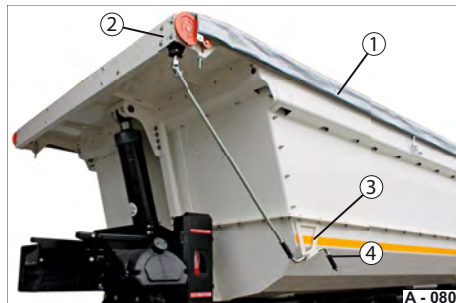
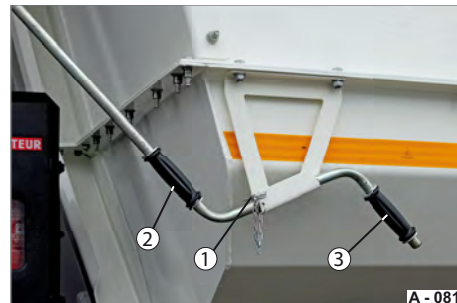

Abb. 84 Schiebeverdeck manuell
Abb. 85 Handkurbel gesichert
- ▶ Entsichern Sie die Handkurbel (Abb. 84/4) aus der Haltekonsole (Abb. 84/3) - Federstecker (Abb. 85/1) ziehen.
- ▶ Fassen Sie an den beiden Drehgriffen (Abb. 85/2, 3) und drehen Sie die Handkurbel im bzw. gegen Uhrzeigersinn.
- ▶ Legen Sie die Handkurbel (Abb. 84/4) in die Haltekonsole (Abb. 84/3) ein.
- ▶ Stecken Sie den Federstecker (Abb. 85/1) durch die Bohrungen in der Haltekonsole.